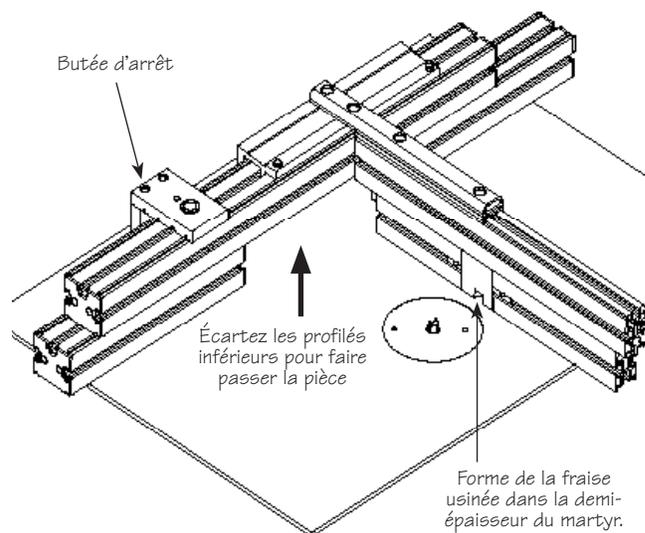

Figure 8: Montage pour usinage perpendiculaire.
2. Écartez les profilés inférieurs du guide principal afin de permettre le passage de la pièce par la lumière ainsi créée (voir la **figure 8**). Prévoyez un dégagement de la fraise en entrée et en sortie de coupe en écartant les profilés inférieurs d'au moins le double de la largeur de la pièce plus le diamètre de la fraise. Dans cette configuration, la largeur de la pièce est limitée à 4 po (100 mm). Pour usiner des pièces allant jusqu'à 8 po (200 mm) de largeur, consultez la section **Usinage perpendiculaire de pièces larges**.